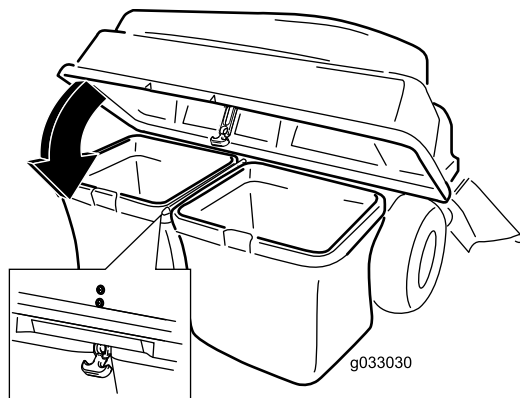

Figure 23
5. Abaissez le couvercle du système de ramassage sur les bacs (Figure 23).
6. Fixez le couvercle avec le verrou (Figure 23).